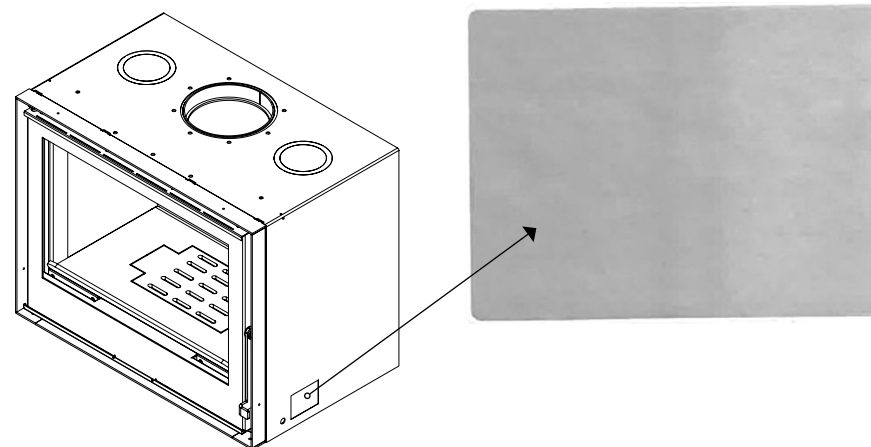

Figura 1 - Descrição da localização da etiqueta de identificação
- Sempre que necessitar de assistência ou verificar uma anomalia deverá contactar o fornecedor ou instalador do seu equipamento. Deverá fornecer o número de série do seu equipamento que se encontra na etiqueta e colada na lateral do equipamento (Figura 1) e na contracapa deste manual.